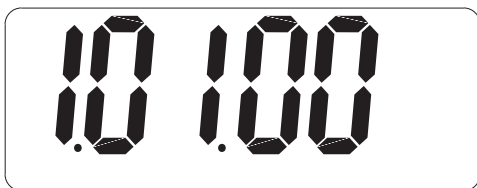

FIG. 7 Pantallas de reposición y de versión del software
1. Mantenga pulsadas las teclas TOTAL y RESET. Se visualizan las pantallas All Segments (todos los segmentos) y Software Version (versión de software) en FIG. 7.
En la figura mostrada en FIG. 7; la versión del software se representa como "00". En el contador, "00" se cambia por un número que es la versión del software utilizada por su contador en ese momento.